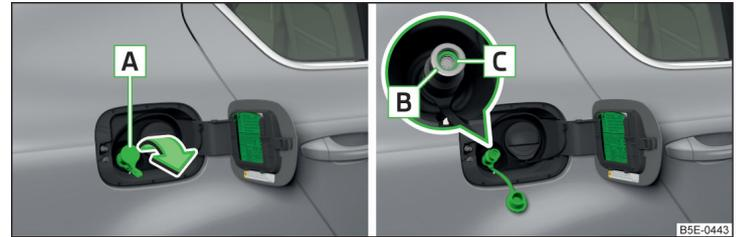

Abb. 201 Erdgaseinfüllstutzen
- Die Kappe **A** » Abb. 201 in Pfeilrichtung vom Gaseinfüllstutzen **B** abnehmen.
› Prüfen, ob der Dichtring **C** » Abb. 201 im Gaseinfüllstutzen stecken blieb.